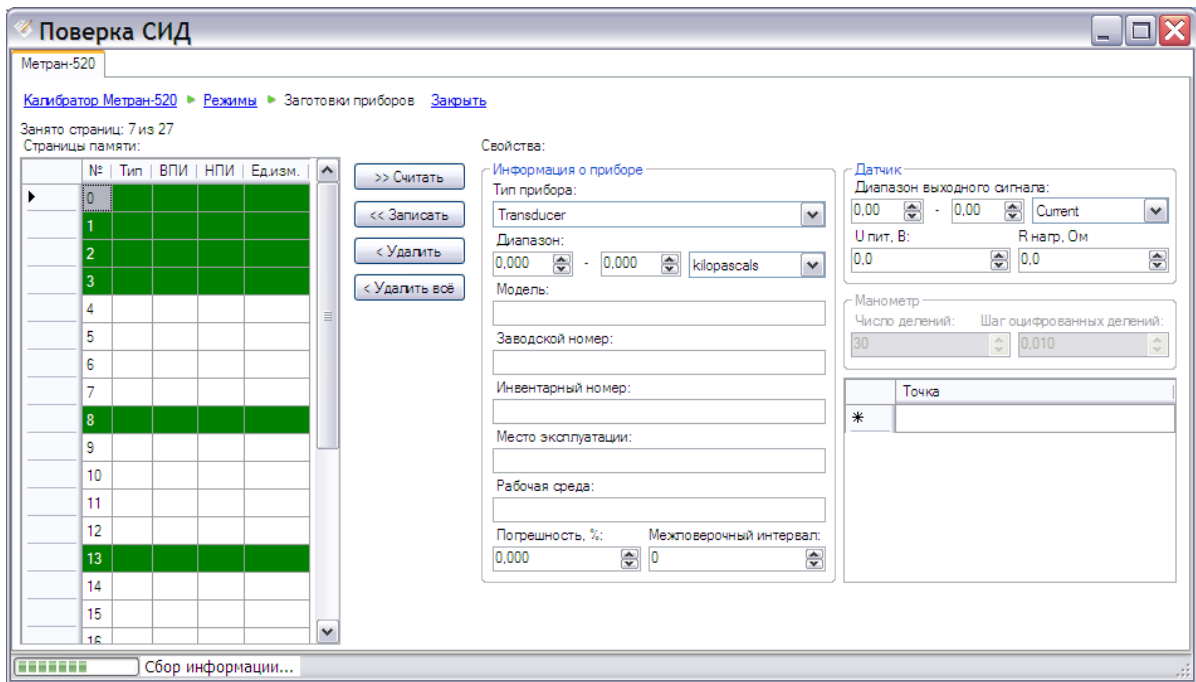

Рисунок 4.115 – Режим работы с прибором Метран-520 (Заготовки приборов)
- Заготовки (см. Рисунок 4.115);
Программа в режиме «Заготовки приборов» позволяет создавать заготовки поверяемых приборов. Заготовки могут быть использованы при поверке приборов калибратором. В окне программы расположены следующие компоненты (см. Рисунок 4.115):